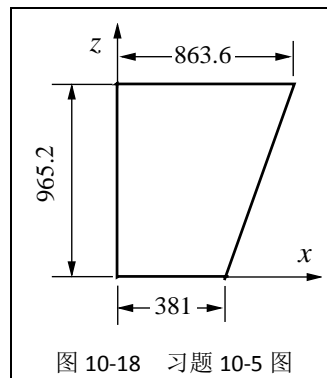

图 10-18 习题 10-5 图
**10-5** 帆船的稳定板浸没在海水中，如图 10-18 所示。其高为 965.2mm，上部长为 863.6mm，下部长为 381mm。若船以 1.544 m/s 的速度航行，试求稳定板的总摩擦阻力。海水的运动粘度为  $1.546 \times 10^{-6} \text{ m}^2/\text{s}$ ，密度为  $1000 \text{ kg/m}^3$ ，临界雷诺数为  $10^6$ 。（提示：由于板长是变化的，可用平均板长计算）